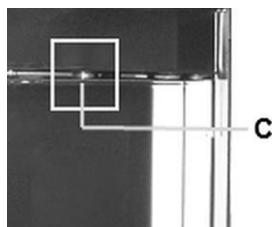

Fig. 9
- appuyez sur le bouton de réinitialisation (C, fig. 9) situé à l'intérieur du soubassement, sur la barre sous le panneau de commande.